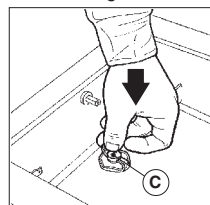

Fig. 4
- Insérer le capuchon de protection (C) dans l'orifice central comme indiqué sur la (Fig. 4).